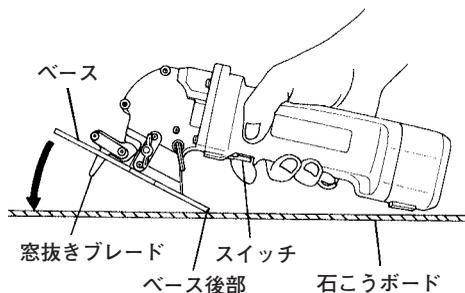

図 11
- (1) 図 11 に示すように、窓抜きブレードが石こうボードに触れない状態で保持します。
- (2) スイッチを ON (入) にし、ベース後部を支点にして本体を矢印方向へ静かに押し付け、石こうボードに切り込みます。
- (3) ベースを石こうボードに密着させた状態で、“墨線” に沿ってゆっくり送り、切断します。